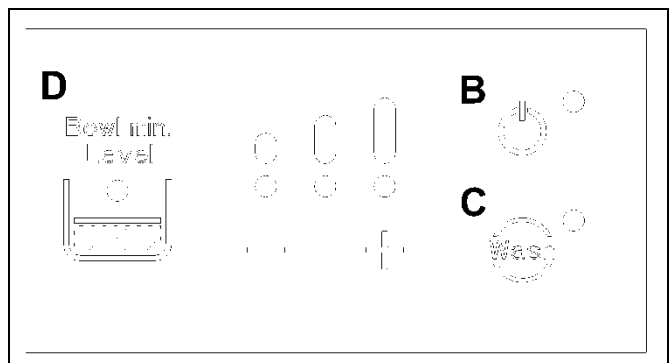

Fig. 35
- Sélectionner la modalité de fonctionnement souhaité à partir du panneau de commande (fig.35)
- Pour activer l'installation frigorifique en modalité refroidissement, presser la touche de mise en marche B situé sur le panneau de commande (fig. 35).
- Pour varier la consistance du produit, appuyer sur les touches + et - du clavier de commande (fig.35), en agissant sur le +, on notera une augmentation des LED allumés et, par conséquent, la consistance établie augmentera; au contraire, en agissant sur la touche -, on verra diminuer les LED allumés avec une baisse conséquente de la consistance (fig.35).
- Pour activer la modalité lavage, il faut appuyer sur la touche WASH (touche C sur la figure 35) après avoir éteint l'installation frigorifique en appuyant sur la touche de mise en marche B et en s'assurant que le LED correspondant est bien éteint.